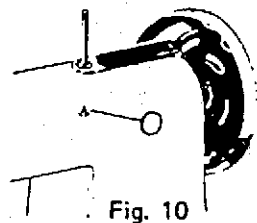

Fig. 10
- (1) Снимите резиновую пробку (А) с ручки машины (рис. 10).